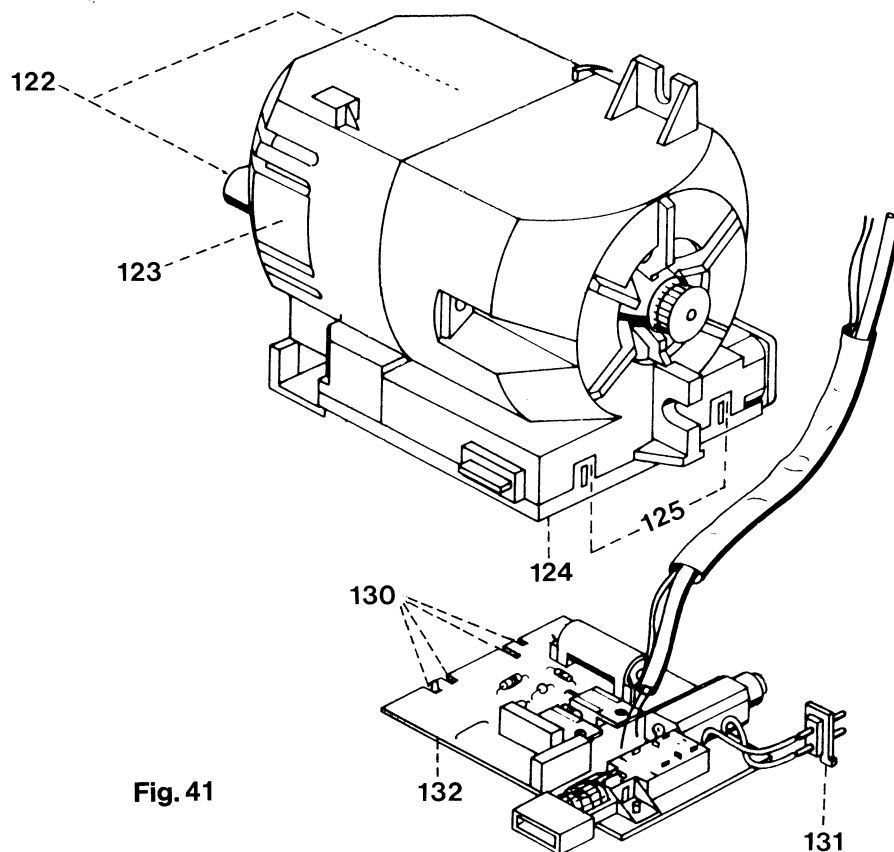

Fig. 41
- Die zwei Einrastlaschen 125 nur wenig anheben und den Deckel 124 abnehmen (Abb. 41).
- Unsolder the four wires at points 130 (Fig. 41).
- Lever légèrement les pattes d'accrochage 125 et enlever le cache 124 (fig. 41).